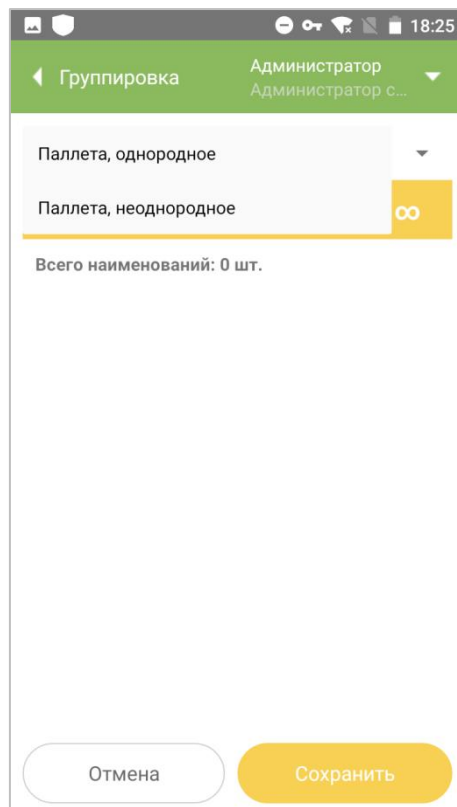

Рисунок 3.2
2. При необходимости выбрать тип паллеты из выпадающего списка: однородная или неоднородная (Рисунок 3.2). По умолчанию установлен тип «Паллета, однородное». В зависимости от роли пользователя существует возможность выбора типа «Паллета, неоднородное».